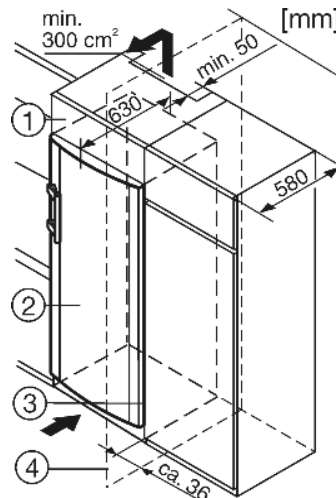

Fig. 8
- (1) Aufsatzschrank
- (2) Gerät
- (3) Küchenschrank
- (4) Wand
Das Gerät kann mit der Kücheneinrichtung umbaut werden. Um das Gerät Fig. 8 (2) der Küchenzeilenhöhe anzugleichen, kann über dem Gerät ein entsprechender Aufsatzschrank Fig. 8 (1) angebracht werden.
Beim Umbau mit Norm-Küchenschränken (Tiefe max. 580 mm) kann das Gerät direkt neben dem Küchenschrank Fig. 8 (3) aufgestellt werden. Die Gerätetür steht seitlich 34 mm und in der Gerätemitte 50 mm gegenüber der Küchenschrankfront vor. Sie lässt sich dadurch einwandfrei öffnen und schließen.
Wenn das Gerät mit den Scharnieren neben einer Wand Fig. 8 (4) aufgestellt wird, muss der Abstand zwischen Gerät und Wand mindestens 36 mm betragen. Dies entspricht dem Griffüberstand bei geöffneter Tür.